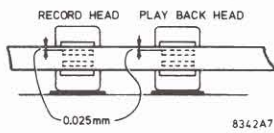

Fig. 12
c. Kophoogte-instelling (Fig. 12)